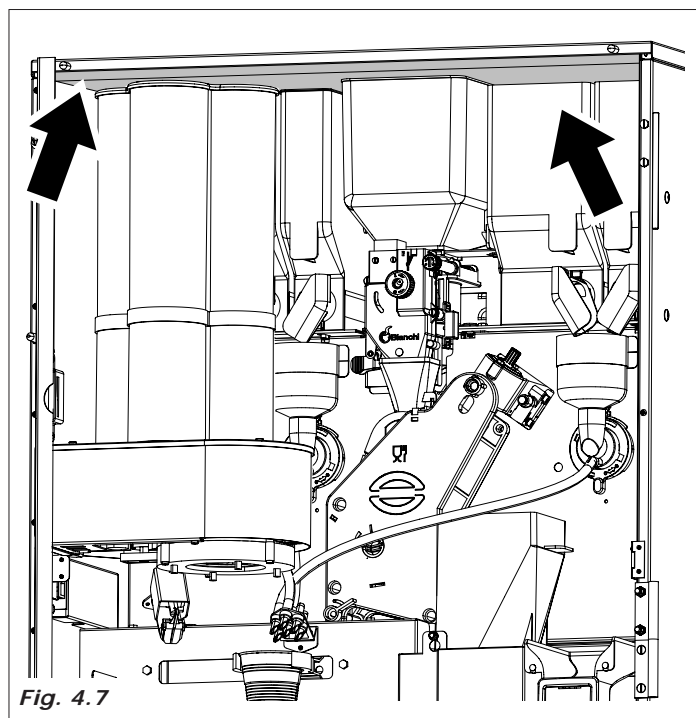

Fig. 4.7
– tirar o poliestirolo que bloqueia os recipientes produtos (Fig.4.7)